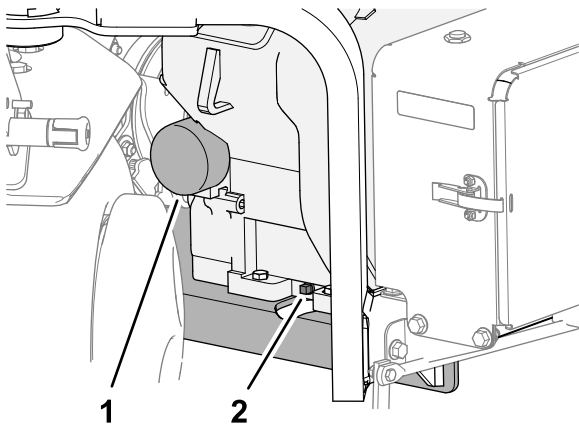

图 150
3. 在排油塞下放置一个盘子并取下排油塞图 150。
1. 在机油滤清器下面放置一个浅盘并拆下滤清器 (图 150)。
6. 将滤芯拧到滤芯适配器上直至垫片接触到滤芯适配器 (图 150) 然后将滤芯再旋紧 1/2 圈。